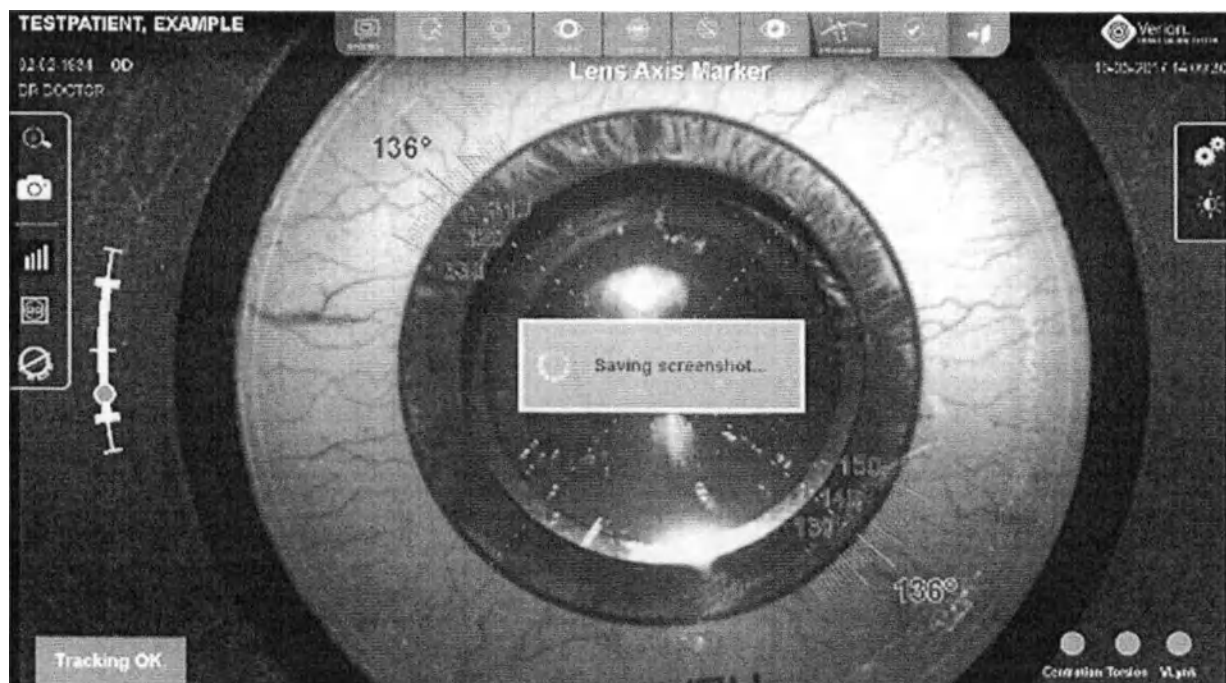

Рисунок 177. Положение маркера оси линзы подтверждено
- Нажмите кнопку **Confirm (Подтвердить)** и перейдите к удалению вязкоэластика (ОВИ). Снимок экрана сохраняется на внешний жесткий диск (Рисунок 177).